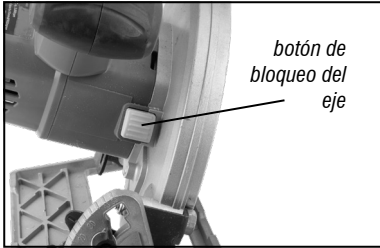

Fig. 4 – Quitar la hoja
- Para retirar la hoja de sierra, presione profundamente el botón de bloqueo en el eje y manténgalo en esta posición de forma continua, como se muestra en la Fig. 4. Si es necesario, gire el eje ligeramente con la mano libre hasta que se bloquee en posición.